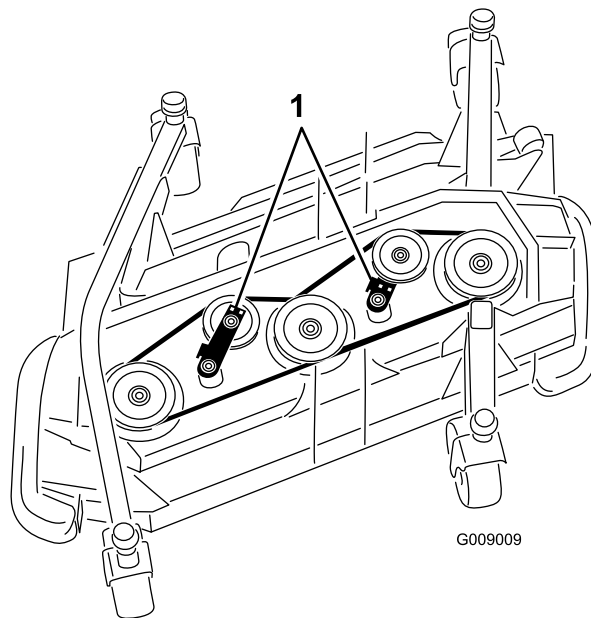

図 83
3. ラチェットレンチのようなものを使って、アイドラプーリ (図 83) を駆動ベルトから離してベルトの張りをなくし、プーリからベルトを外す。